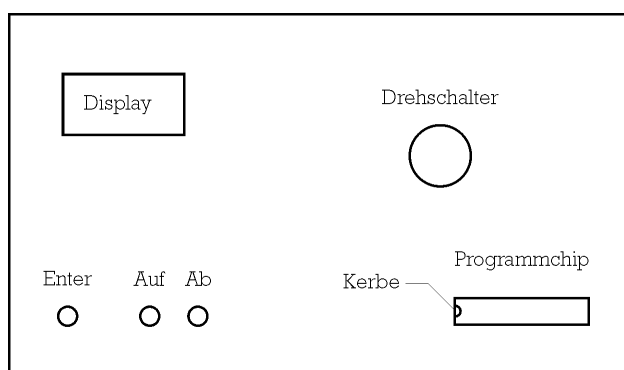

Bild 25: Ansicht der Platine von vorne ohne Deckel
- Von der Vorderseite der Deckelplatine den vorhandenen Programm-Chip (**Bild 25**) mit einem speziellen Aushebewerkzeug entfernen oder mit Hilfe eines kleinen Schraubendrehers an den seitlichen Enden vorsichtig aushebeln. Achtung: Es darf keines der metallenen "Füßchen" abbrechen.
- Die metallenen "Füßchen" am neuen Programm-Chip vorsichtig gerade nach unten ausrichten, damit der Chip in den Sockel passt, dann einsetzen. Dabei die Position beachten (**Bild 25**)! Die Ausrichtung der Schrift auf den anderen Elektronikbauteilen dient als Hilfe.